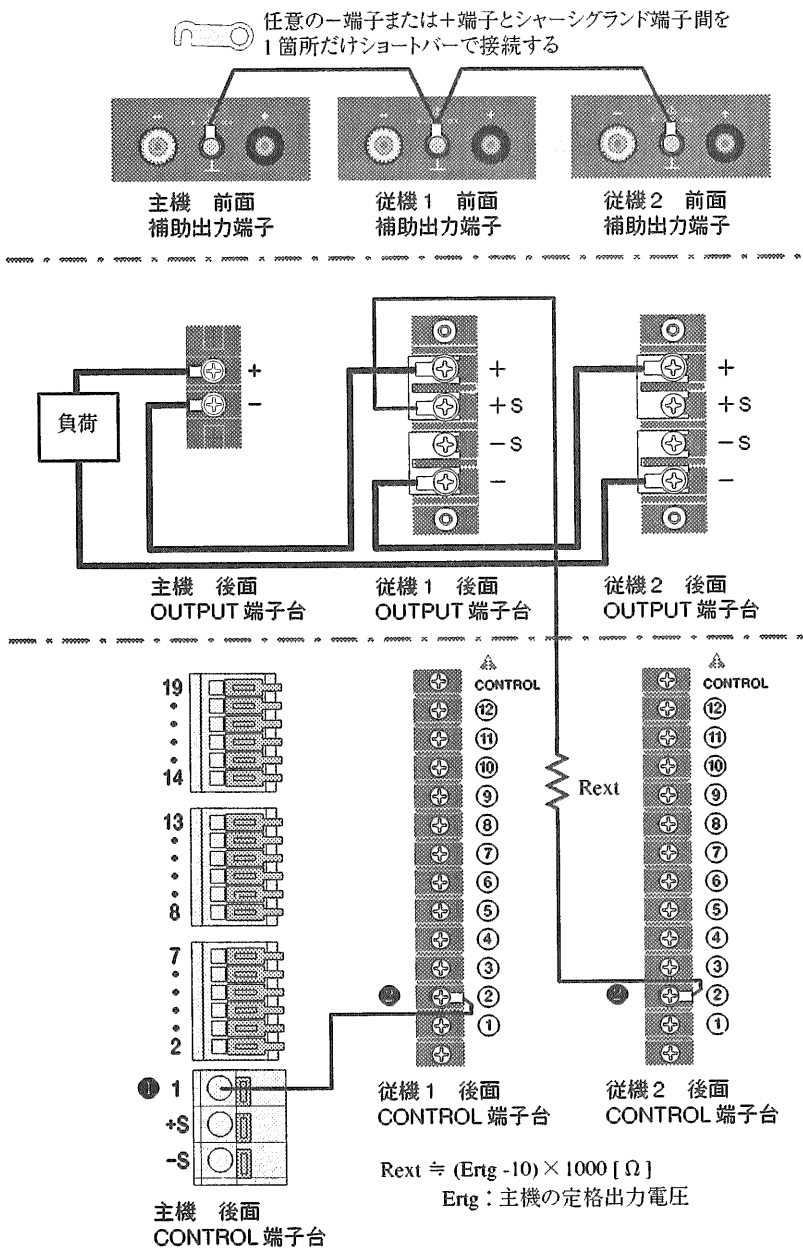
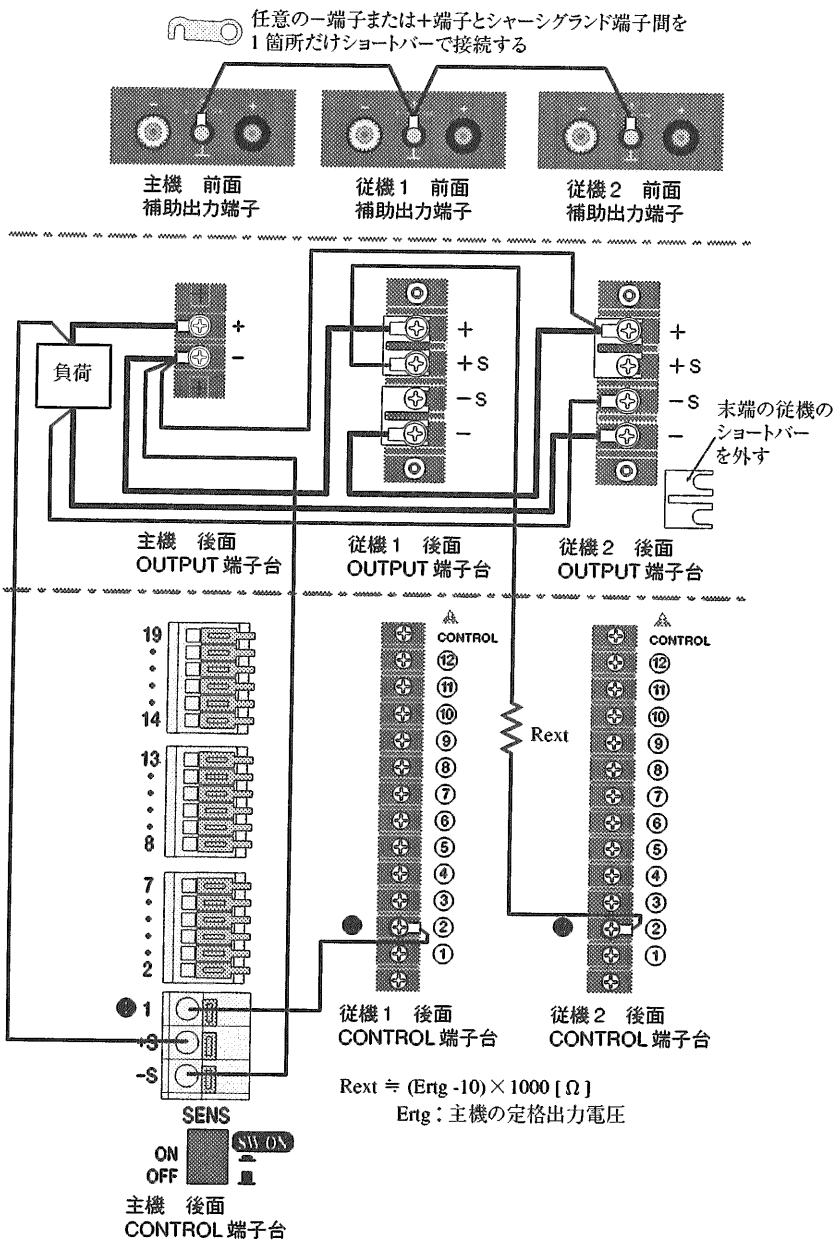

図 3-14D ワンコントロール直列運転の接続
図3-14E センシングを使用したワンコントロール直列運転の接続 (PAN-AシリーズとPANシリーズを混在させる場合)
PAN-AシリーズとPANシリーズを混在させる場合は、図3-14Dを参照してください。さらにリモートセンシングを行う場合は、図3-14Eを参照してください。
- ・ PAN16-50AとPAN16-50を混在させてワンコントロール直列運転を行う場合は、図3-14DのCONTROL端子台の接続も参照してください。